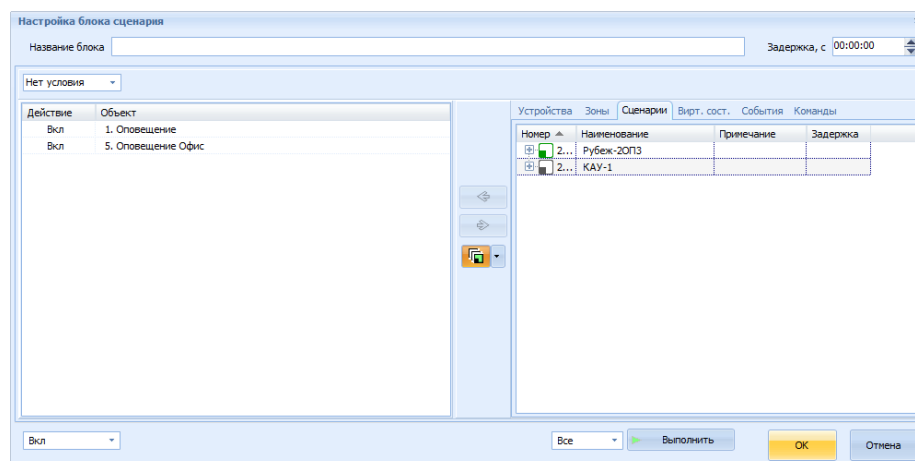

Рисунок 9.35 – Окно «Настройка Сценария»
В результате откроется окно «Настройка блока сценария». В этом окне помимо **Названия блока** (носит информационный характер, не обязателен к заполнению) есть поле **Задержка**, с. – время в формате «часы, минуты, секунды», через которое после включения сценария, запустится данный блок. Ниже необходимо выбрать **Тип блока** (рисунок 9.35):
- 3) в открывшемся окне «Настройка сценария» перейти на закладку **Сценарии**, выбрать ведомые сценарии (рисунок 9.35);